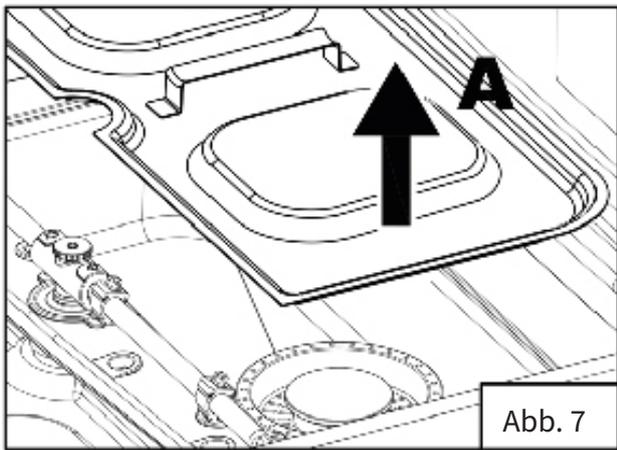

Abb. 7
- Stellen Sie die Wasch- und Spülarmer rechtwinklig zur Türkante ein (Abb. 7).
- Wenn das Modell einen vollen Filter hat, ziehen Sie ihn heraus (Abb. 7).
- Entfernen Sie den kompletten Filter (Abb. 7).